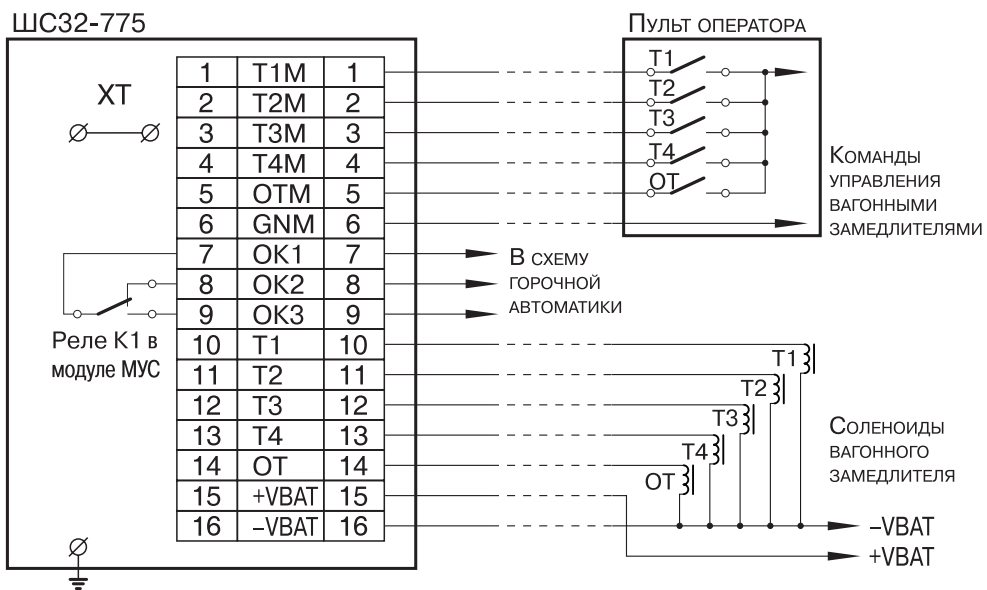

Рис.4. Модуль управляющий силовой ICP/775. Схема электрическая подключения.
- 6.6. Произвести подключения проводов разделанных кабелей в соответствии со схемой подключения (см. рис. 4) и проектом применения ШС. Провода разделанных подводящих кабелей располагать в кабельных каналах КК7, КК8.